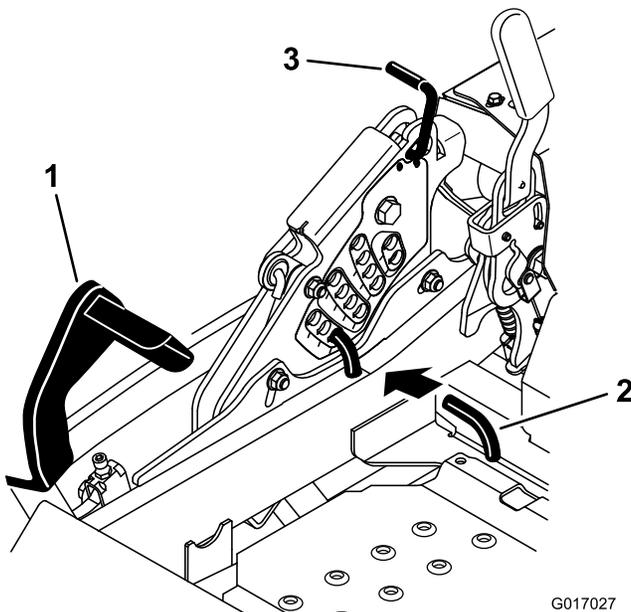

Figura 27
2. Pise el pedal de elevación de la carcasa y eleve la carcasa a la posición de transporte (que es también la posición de altura de corte de 140 mm (5-1/2 pulg.)) (Figura 27).
3. Para ajustar la altura de corte, gire el pasador 90 grados y retire el pasador del soporte de altura de corte (Figura 27).
4. Seleccione el taladro del soporte de altura de corte que corresponde a la altura de corte deseada, e inserte el pasador (Figura 27).